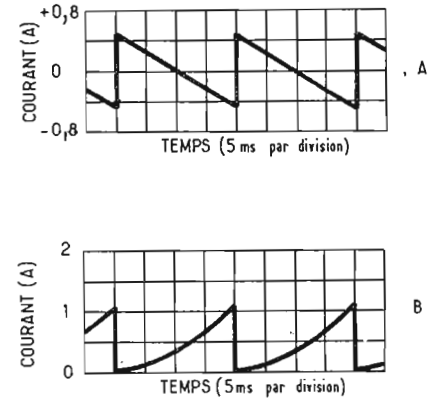

FIG. 10.
En (A), figure 10, on a représenté le courant de déviation qui varie de 0,5 A de part et d'autre de zéro.
En (B), figure 10, on a représenté le courant d'émetteur qui varie entre 0 et 1,1 A environ. Dans cette base de temps, le retour est rapide.